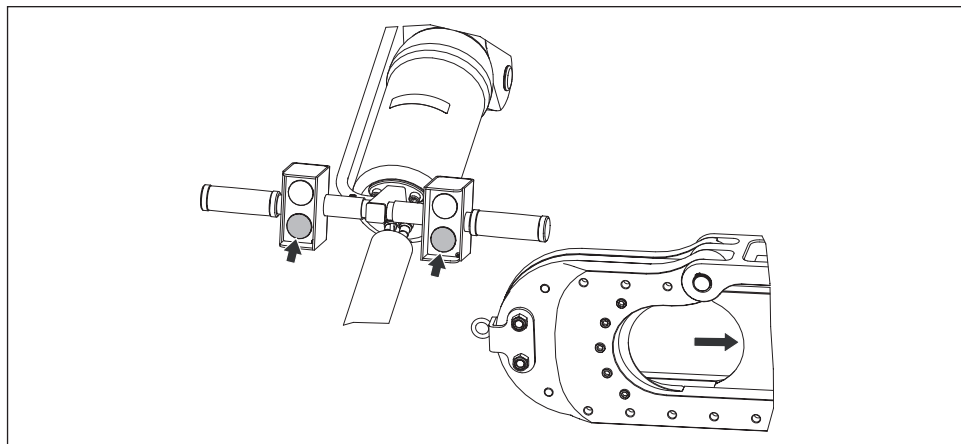

図10:操作 - 格納
- 両方の**retract** (格納) プッシュボタンを押し続けると、ピストンが格納され、可動ブレードが後方へスライドします。図10を参照してください。